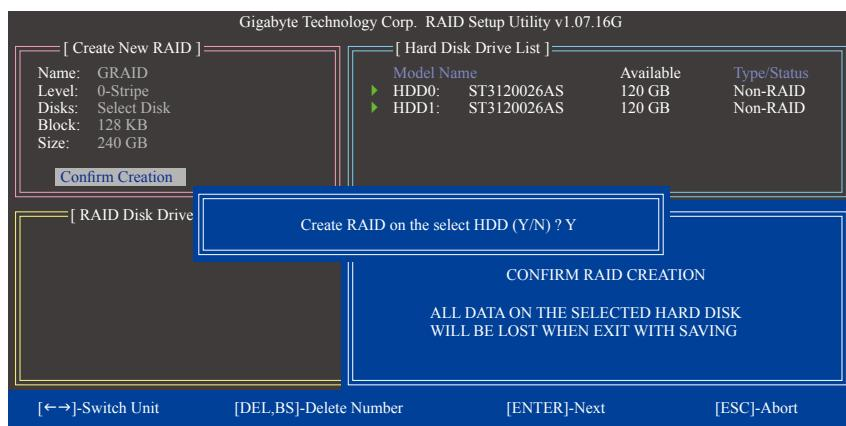

图7
6. 确认建立磁盘阵列(Confirm Creation): 完成以上设置后光标将自动跳至「Confirm Creation」项目, 请按 $<Enter>$ 键, 当确认信息出现时, 确定制作磁盘阵列请按 $<Y>$, 取消请按 $<N>$ (图7)。